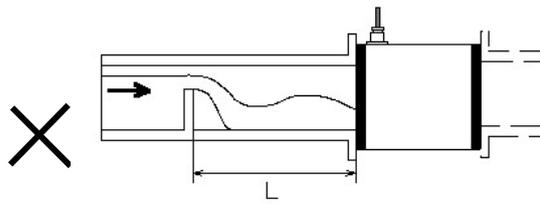

図9. 上流に堰などがある場合
- (e)上流側に堰やフリュームなどが設置されている場合。図9。